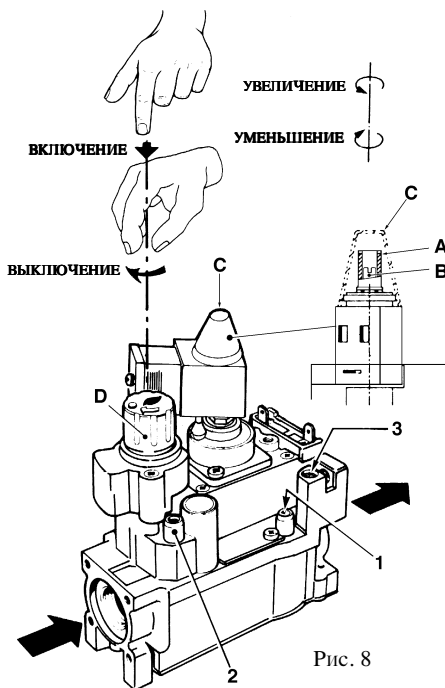

Рис. 8
- 4.2.5. Нажать кнопку "D" газового клапана (рис. 8). Нажимая кнопку "D", зажечь факел при помощи кнопки пьезоэлектрического запальника. После 15-20 секунд с момента зажигания факела отпустить кнопку "D". Если факел гаснет, повторить операции зажигания.
5.1.1. Снять защитный колпачок "С" (рис. 8).
Пламя запальника регулируется винтом 3 (рис. 8), соблюдая указания на рис. 10б.
5.5.2. Подключить манометр к отбору давления "1" (рис.8), расположенному за газовым клапаном.
5.5.4. Отрегулировать давление винтом "В" (рис.8) по требуемому значению, соблюдая указания на диаграммах 3а и 3б.